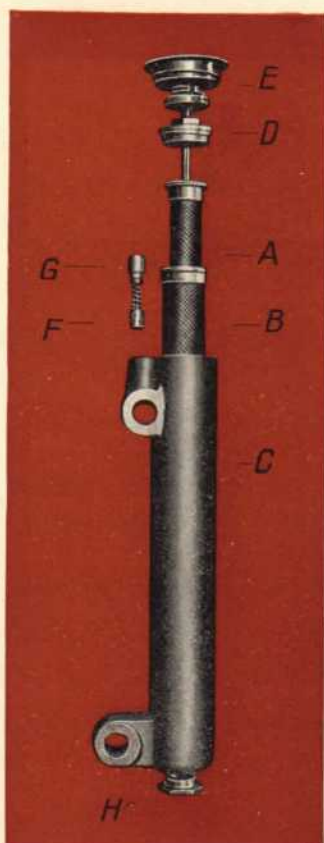

Figure 12
et vidanger le corps du filtre par la vis H (fig. 12).
**FILTRE A HUILE** - Il est constitué par deux tubes concentriques en toile métallique A et B (fig. 12) disposés dans un corps en fonte C, fermé par un bouchon D, surmonté d'un manomètre E. Un clapet de décharge F maintient la pression constante.